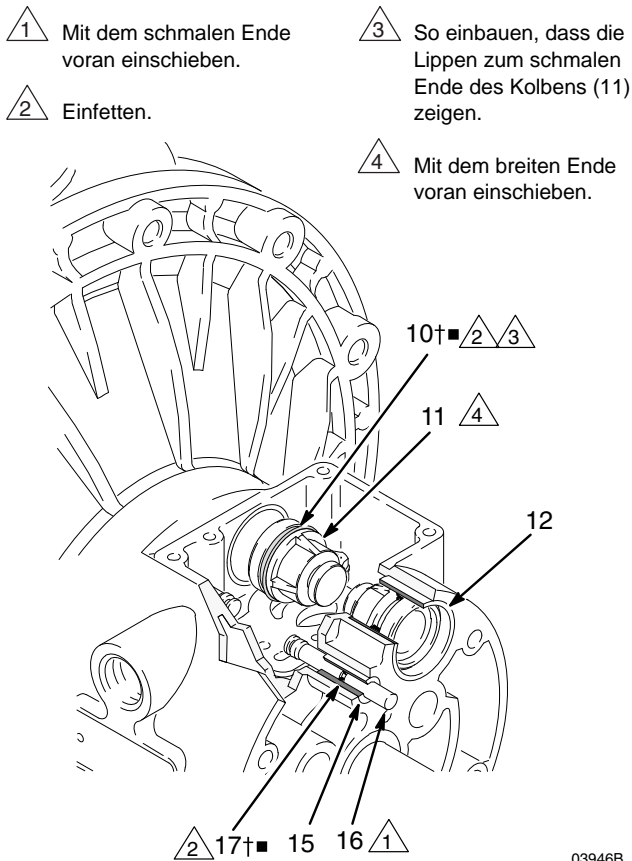

ABB. 8
4. Die beiden Stellmotorkolben (11) aus den Lagern (12) ziehen. Die U-Packungen (10†■) von den Kolben abziehen. Die Führungsstifte (16) aus den Lagern (15) ziehen. Die O-Ringe (17†■) von den Führungsstiften abnehmen. Siehe ABB. 8.
6. Die Lager (12, 15) im eingebauten Zustand überprüfen. Siehe ABB. 8. Die Lager sind konisch zulaufend und müssen von außen entfernt werden, wenn sie beschädigt sind. Dazu muss das Materialgehäuse zerlegt werden. Siehe Seite 21.
4. An jedem Führungsstift (16) einen O-Ring (17†■) anbringen. Die Stifte und O-Ringe einfetten. Die Stifte mit dem **schmalen** Ende zuerst in die Lager (15) einsetzen. Siehe ABB. 8.
5. An jedem Stellmotorkolben (11) eine U-Packung (10†■) anbringen, so dass die Lippen der Packungen zum **schmalen** Ende der Kolben zeigen. Siehe ABB. 8.
6. Die U-Packungen (10†■) und den Stellmotorkolben (11) schmieren. Die Stellmotorkolben mit dem **breiten** Ende zuerst in die Lager (12) einsetzen. Das schmale Ende der Kolben muss frei bleiben. Siehe ABB. 8.